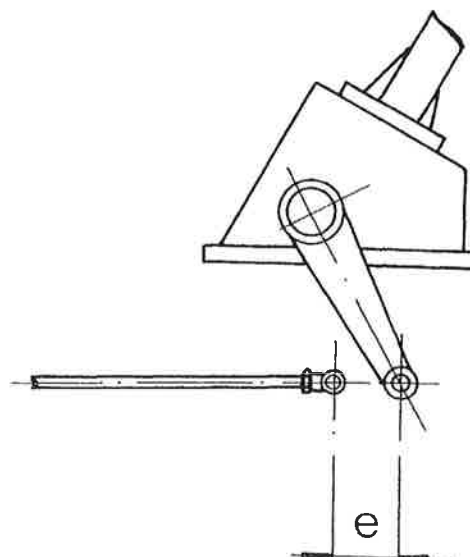

FIG. 70 — Position du levier de direction avec volant complètement à droite
- faire tourner le volant de conduite vers la droite en plaçant le levier de direction tout à fait à l'arrière (Fig. 70).
- mesurer la distance (e) avec un pied à coulisse (Fig. 70)